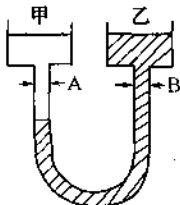

图 1-6
28. 今有两种黏度较大相互不混溶的流体甲、乙，被装入如图1-6所示的连通器，自由液面等高且通大气。若图示的 A、B 截面位于同一水平面，下列四组判断中合理的是_____。